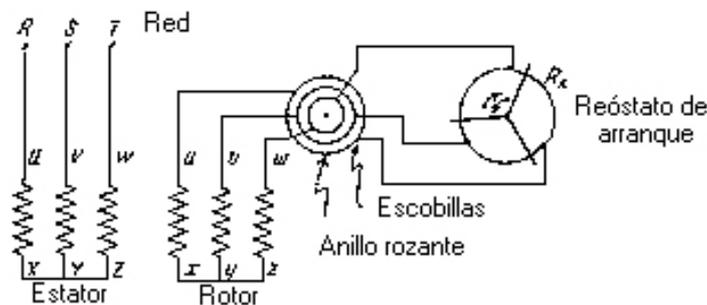

Fig. 44. Rotor bobinado.
b) **De rotor bobinado:** El motor de jaula de ardilla tiene el inconveniente de que la resistencia del conjunto es invariable, no son adecuados cuando se debe regular la velocidad durante la marcha. En estos casos se utiliza el motor de rotor bobinado que, como su nombre lo indica, está constituido por un bobinado trifásico similar al del estator, cuyos arrollamientos aislados terminan en anillos rozantes que se conectan por medio de escobillas a un dispositivo de control (Fig. 44).